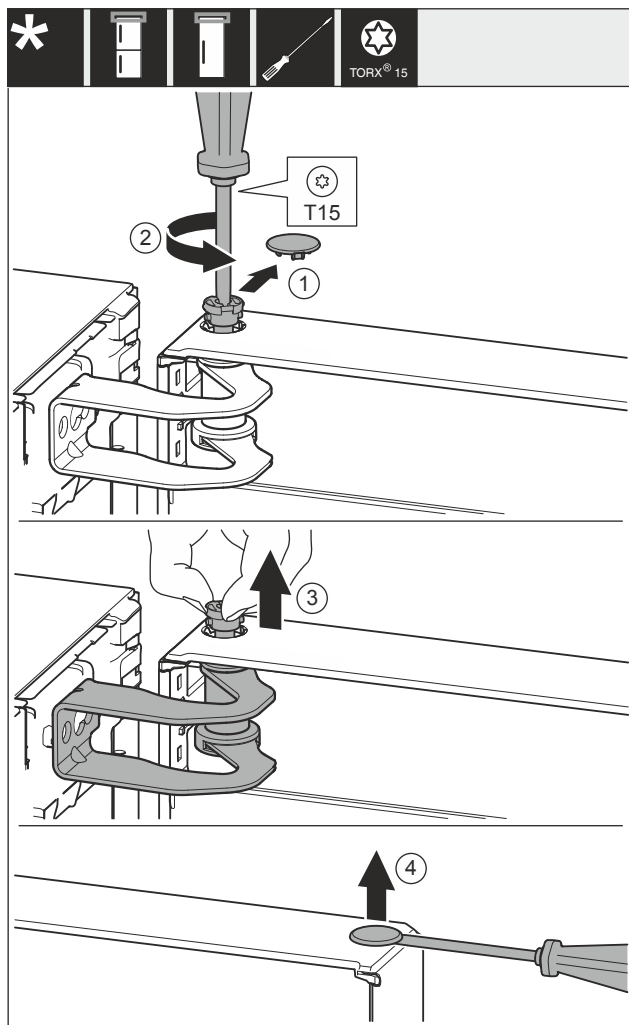

Fig. 9
- ▶ Opatrně sejměte kryt Fig. 9 (1).
- ▶ Šroubovákem o kousek vyšroubujte čep Fig. 9 (2).
- ▶ Čep Fig. 9 (3) vytáhněte prsty.
- ▶ Kryt Fig. 9 (4) opatrně nadzvedněte šroubovákem a odstraňte.